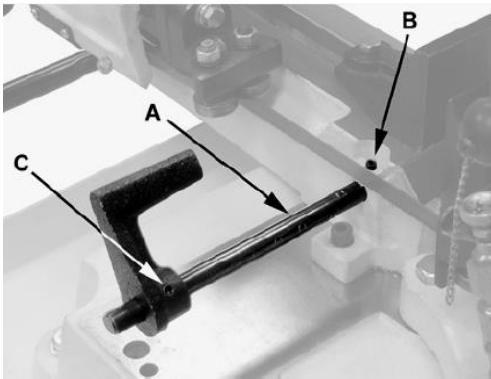

Fig 6
Montieren Sie die Anschlagstange (A, Fig 6) am Maschinenbett mit dem Gewindestift (B).